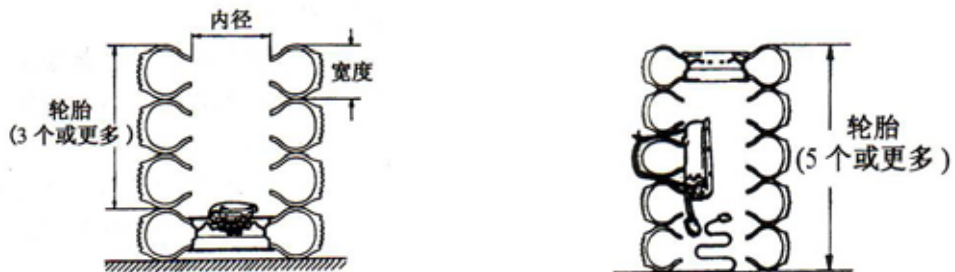

图 25 用轮胎挡住安全气囊模块
- f) 用无轮毂的轮胎盖住安全气囊模块，轮胎宽度最小为 185mm，内径最小为 360mm，见图 25。